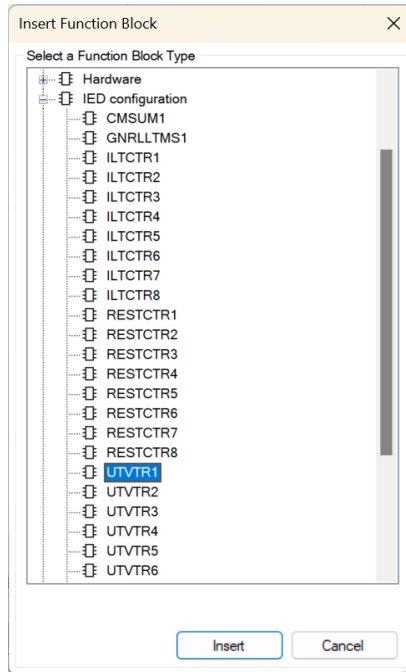

Imagen 41_Ventana de bloque de PCM600.
2.1.7 Posteriormente nos arrojará la venta que se muestra en la **Imagen 41**, donde desglosamos de la siguiente manera “*IED configuration - UTVTRI*” y luego seleccionamos “Insert” para añadir el bloque de voltaje.